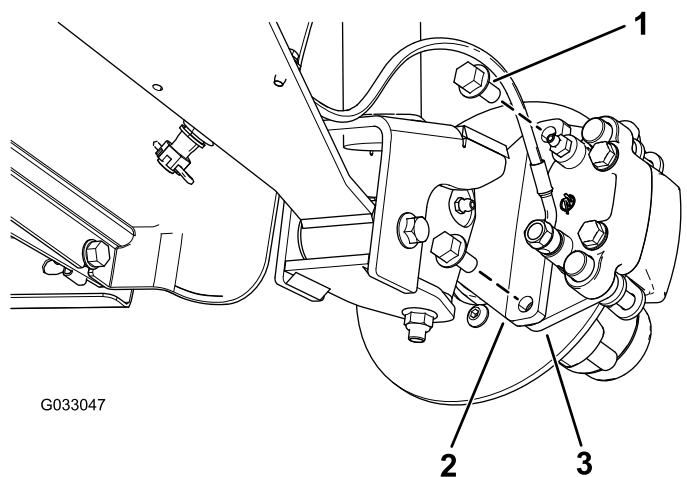
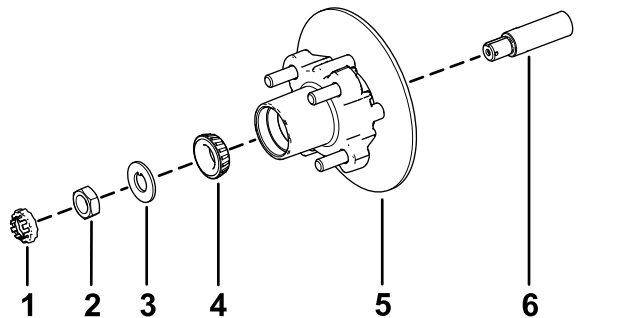

Рисунок 32
Рисунок 36
3. Выверните болты с фланцевыми головками ($\frac{3}{8} \times \frac{3}{4}$ дюйма), которые крепят кронштейн тормоза в сборе к оси, и отделите тормоз от оси (Рисунок 32).
1. Нанесите тонкий слой консистентной смазки указанного типа на ось (Рисунок 36).
2. Установите ступицу и тормозной диск на ось так, чтобы тормозной диск был внутри (Рисунок 36).
3. Установите наружный подшипник на ось и в наружное кольцо (Рисунок 36).
4. Установите стопорную шайбу на ось (Рисунок 36).
поворачивая ступицу так, чтобы подшипник был посажен на место (Рисунок 36).
2. Совместите тормозные колодки с обеих сторон тормозного диска (Рисунок 32) с отверстиями в кронштейне суппорта и отверстиями в креплении тормоза на цапфе (Рисунок 36).
3. Закрепите кронштейн суппорта на цапфе (Рисунок 32) с помощью 2 болтов с фланцевыми головками ($\frac{3}{8} \times \frac{3}{4}$ дюйма).